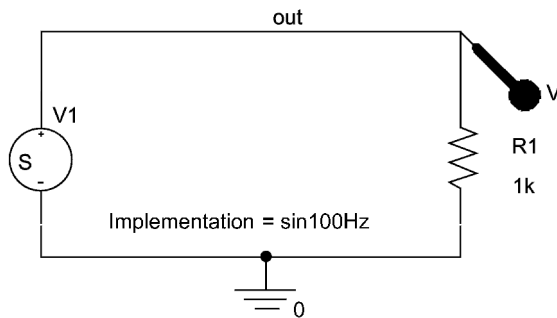

图 6.24 放置电压探针
9. 如图 6.24 所示，在节点 out 处放置电压探针，然后选择菜单 **PSpice > Run** 运行电路仿真，从仿真结果可以得到电阻两端为正弦电压波形。